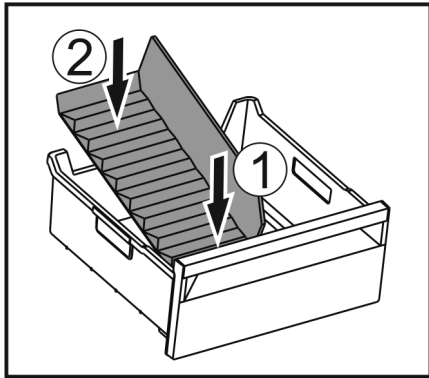

Fig. 174
- ▶ Installer la partie avant du séparateur de congélateur. Fig. 174 (1)
- ▶ Abaisser la partie arrière du séparateur de congélateur jusqu'au fond du tiroir. Fig. 174 (2)